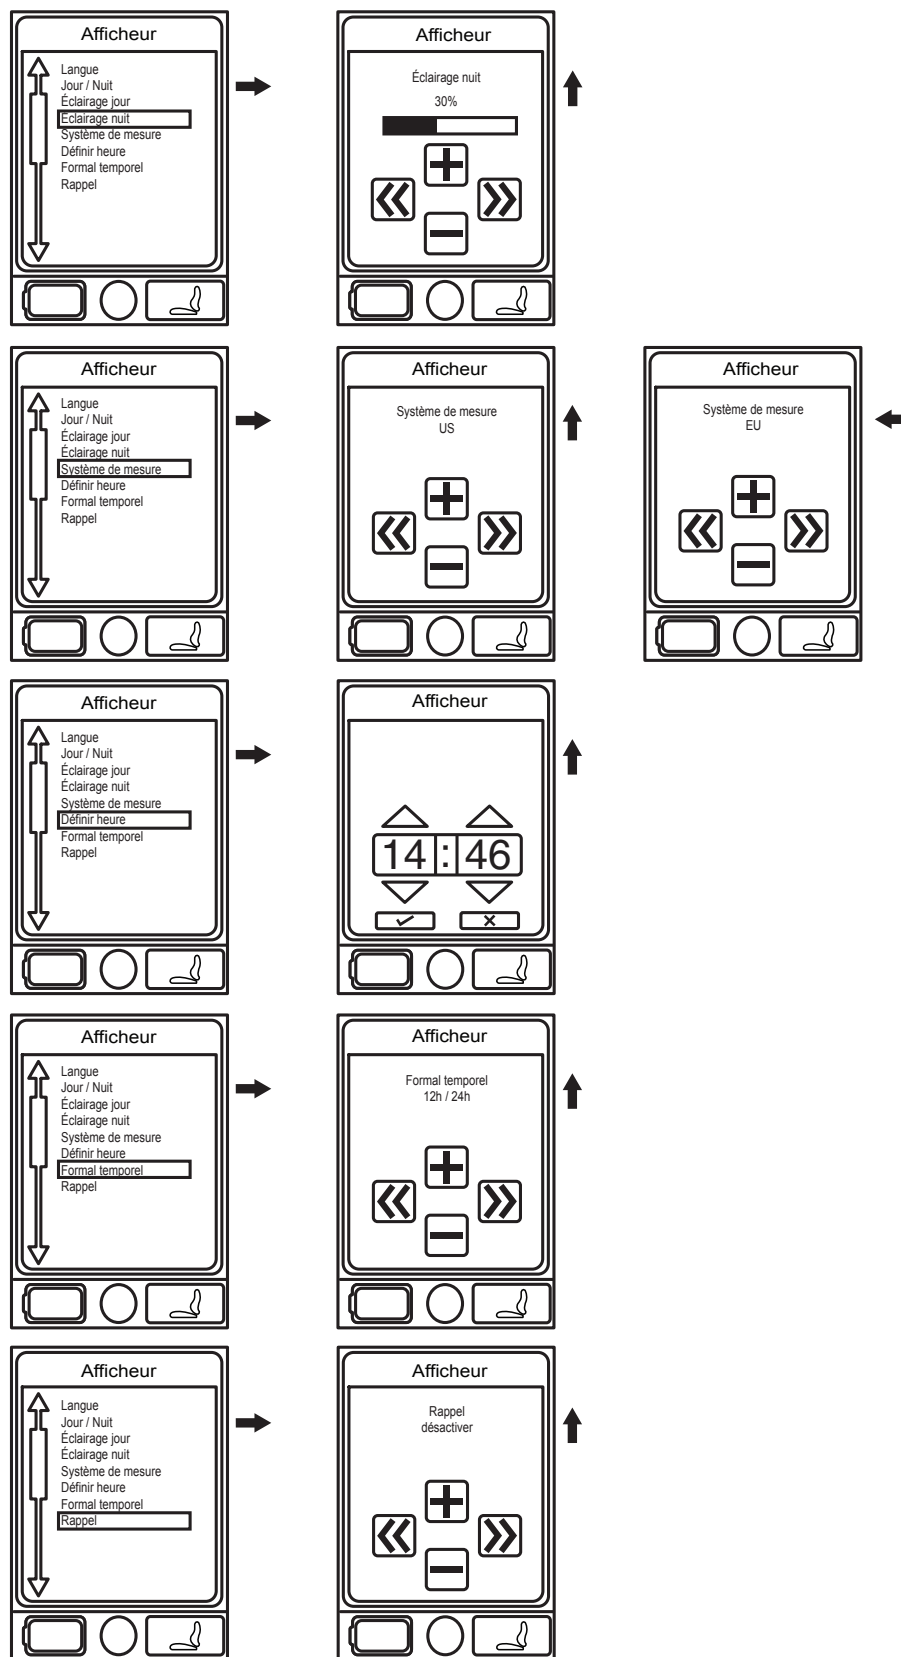

Figure 5B. Écran «Menu»
2. Pesez sur le bouton «Menu» pour sélectionner l'écran principal. **Voir la figure 5B.**
3. Utilisez la manette pour sélectionner l'option «Réglages de la manette» puis poussez la manette vers la droite pour confirmer la sélection. **Voir la figure 5B.**
6. Utilisez la manette pour sélectionner l'option «Max», puis poussez la manette vers la droite pour confirmer la sélection. **Voir la figure 5B.**
7. Poussez la manette vers la gauche pour sélectionner l'option «ESC» afin de retourner au menu «Son et affichage». **Voir la figure 5B.**